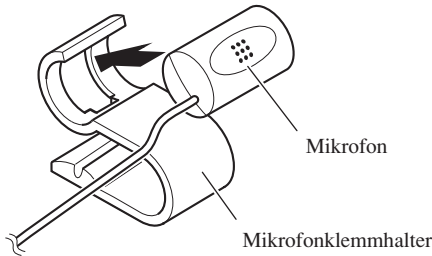

Abb. 19
1. Das Mikrophon im Mikrofonklemmhalter befestigen. (Abb. 19)